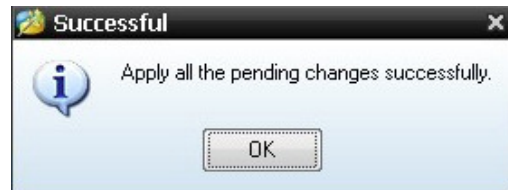

Рисунок 5.45. Сообщение об успешном завершении форматирования
- 8) По окончании процесса появляется диалоговое окно с сообщением об успешном форматировании (рисунок 5.45).